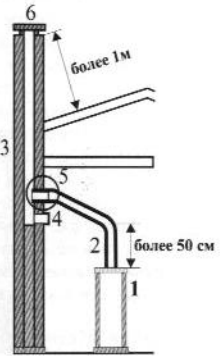

Рис. 15
2. Дымоход здания (Рис. 15).
- 2.1. Дымоход здания должен обеспечивать отвод продуктов сгорания в полном объеме. Дымоход здания показан на рис. 15: